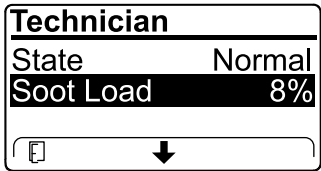

Figure 32
- Consultez la charge de suie mesurée dans le FAP sous forme d'un pourcentage (Figure 32); voir le tableau de charge de suie.